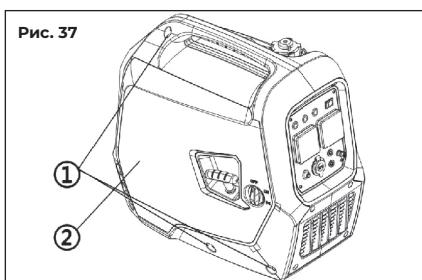

Рис. 37
1. Отвинтите винты снимите крышку 1, а затем 2 и слейте топливо 3 , рис. 37.